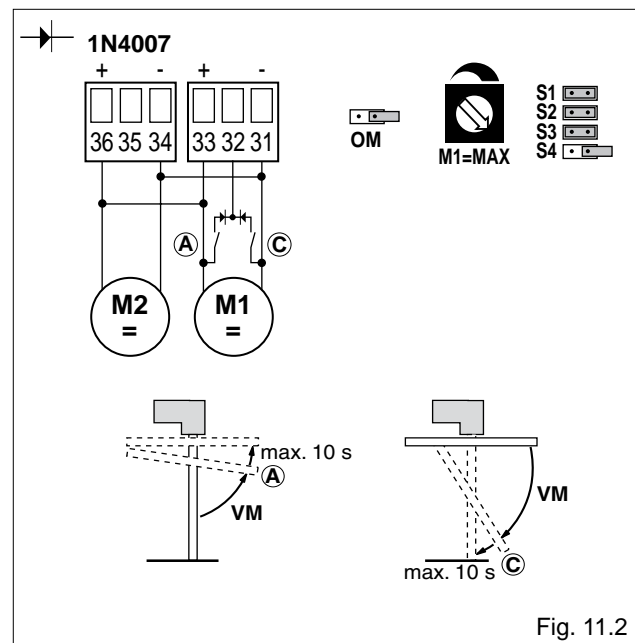

Fig. 11.2
- (Fig. 11.2) **Utilisation avec fin de course de ralentissement**